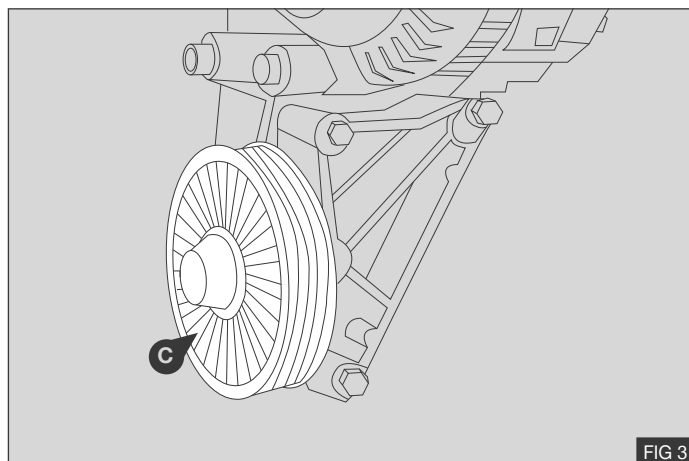

FIG 3
3. Entfernen Sie die unnütze Laufrollenbaugruppe (C) und werfen Sie sie weg - Fig 3.